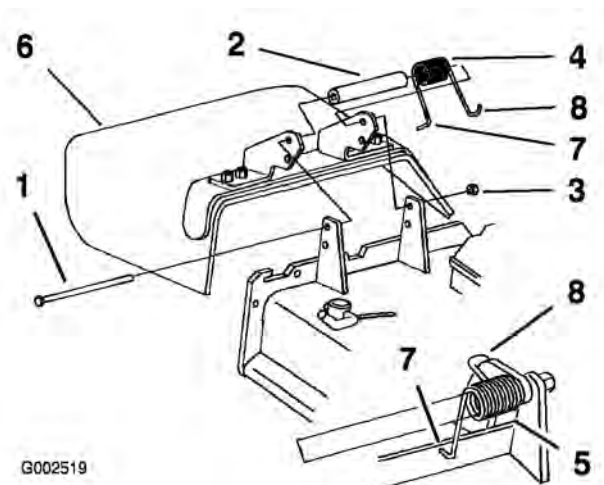

Figure 74
1. Retirez le contre-écrou, le boulon, le ressort et l'entretoise qui fixent le déflecteur aux supports de pivot (Figure 74).
Remarque: Prenez soin de placer l'extrémité en **L** du ressort derrière le bord du plateau avant de mettre le boulon en place, comme illustré (Figure 74).
5. Accrochez l'extrémité en **J** du ressort au déflecteur d'herbe (Figure 74).